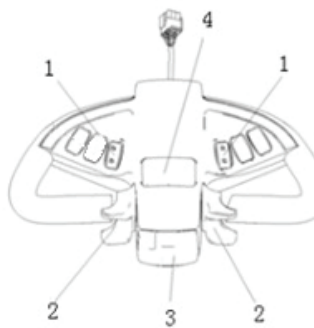

Figura 3. Manipulação
- A velocidade de condução é controlada movendo cuidadosamente o botão (Figura 3) até atingir a velocidade desejada.